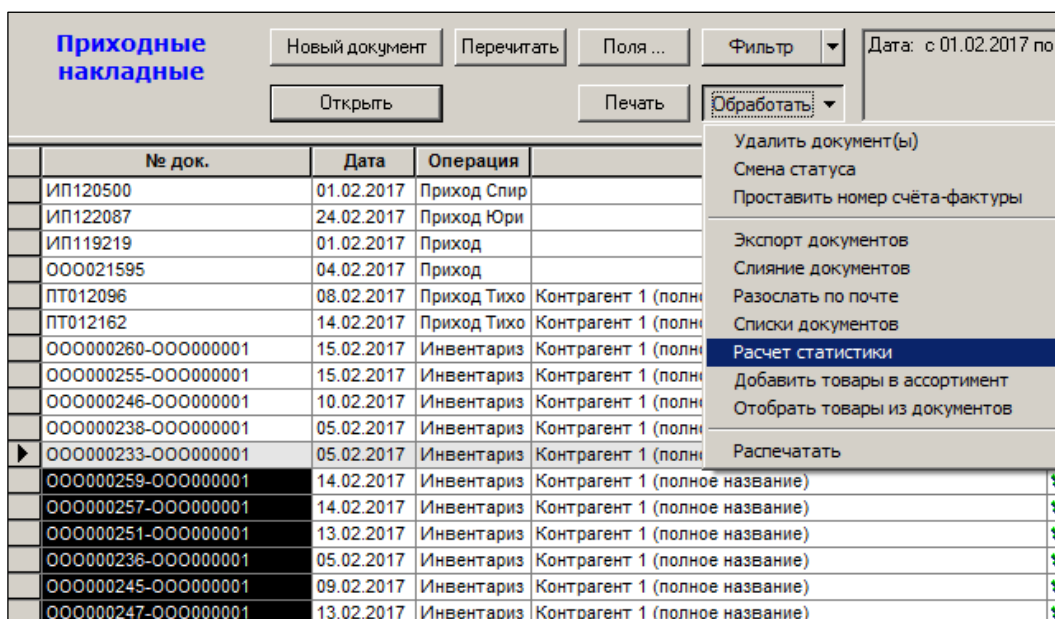

Рисунок 103 – Обработка документов. Расчет статистики
2. В открывшемся меню выбрать пункт **Расчет статистики** (Рисунок 103):